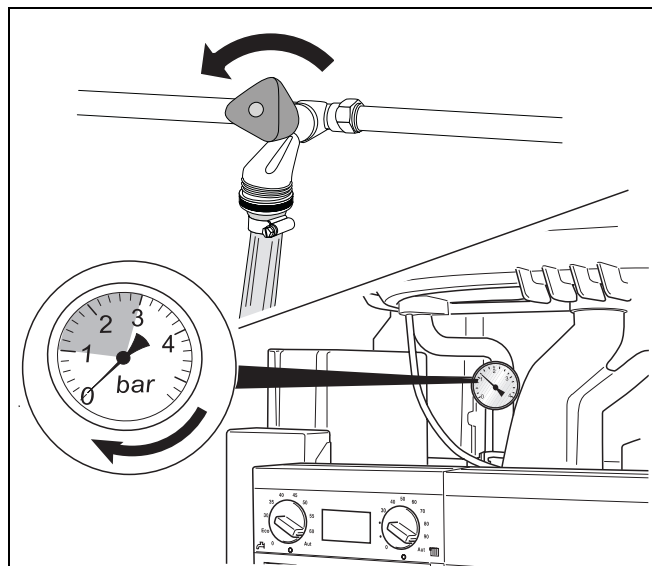

Abb. 16 Heizungsanlage befüllen und Druckanzeige ablesen
- Oberhalb des Basiscontrollers BC10 befindet sich eine analoge Druckanzeige (Abb. 16, Seite 16).
- Wasserhahn vorsichtig öffnen und die Heizungsanlage langsam befüllen (Abb. 16). Dabei Druckanzeige (Abb. 16) für den Heizkreis beachten.